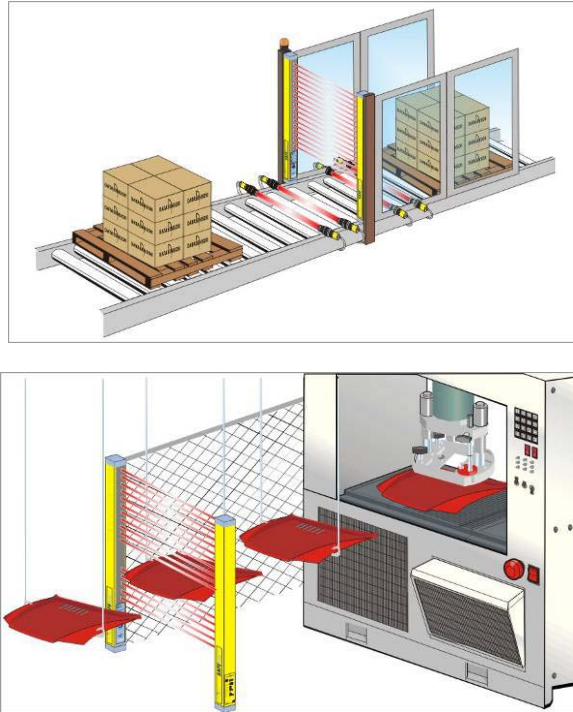

Fig. 22
- La fonction Muting, qu'on peut sélectionner à l'aide d'un dip switch, permet d'exclure la barrière durant le fonctionnement, tout en maintenant actives les sorties OSSD, en fonction d'exigences de fonctionnement particulières (Fig.22).